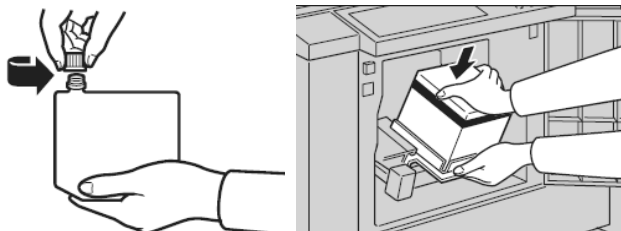

图 5-23 添加新墨盒的操作示意图
② 去除新墨盒盖，将新墨盒插入墨盒托架中。添加新墨盒的操作示意图如图 5-23 所示。
③ 将墨盒托架重新滑入机器，直到墨盒托架卡到位为止；关上前门，机器会开始空转以便使油墨到达印筒。
④ 注意事项：